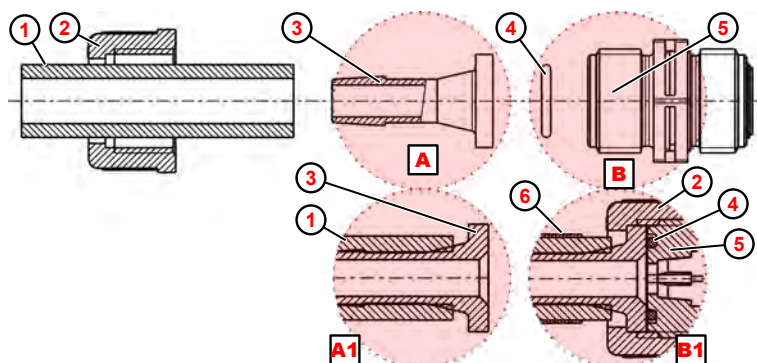

Fig. 9: Collegamento tubi rigidi e tubi flessibili con raccordo filettato di fissaggio e fascetta tubo flessibile
1. ➤ Tagliare il tubo flessibile (Fig. 9 , ①) dritto.
2. ➤ Fare scorrere la fascetta stringitubo ⑥ nel tubo flessibile ①
3. ➤ Fare scorrere il dado per raccordi ② nel tubo flessibile ① .
4. ➤ Fare scorrere il tubo flessibile ① fino al collare di arresto sul raccordo filettato di fissaggio ③ (dettaglio **A1**).
5. ➤ Inserire l'O-Ring ④ nel dado della valvola di aspirazione/di mandata ⑤ .
6. ➤ Serrare il dado per raccordi ② .
7. ➤ Far scorrere la fascetta stringitubo ⑥ nella parte inferiore e serrare (dettaglio **B1**).